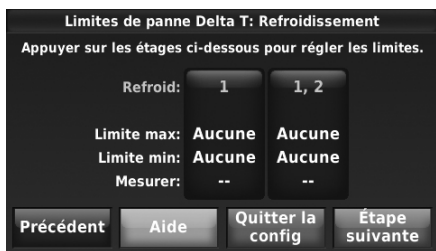

Fig. 18.
- Appuyer sur « Étape 1 » pour régler les limites et la durée de fonctionnement (voir la Fig. 18). Utiliser les données du test sauvegardées situées dans le